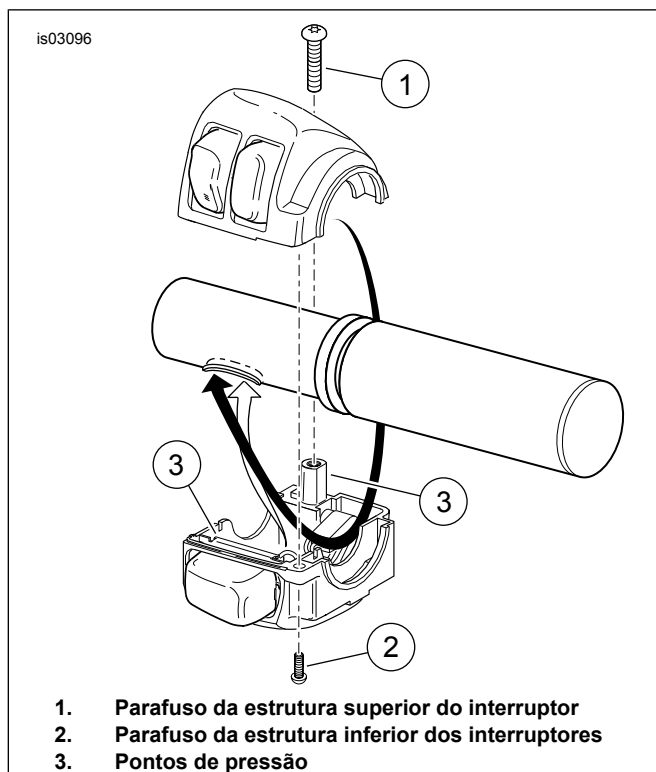

Figura 2. Distribuição da fiação da estrutura do interruptor (estrutura do lado direito mostrada)
7. Alimente com cuidado o feixe de fios do sensor da manopla do acelerador na extremidade do guidom do lado direito. Veja Figura 2. Oriente o feixe de fios dos interruptores do lado direito pela estrutura do interruptor, como mostrado. Alimente com cuidado o feixe de fios no furo da fiação do interruptor do lado direito. Puxe os feixes para baixo através do novo guidom e na direção do centro da barra, enquanto encaixa as linguetas de fixação do sensor de giro da manopla nas ranhuras da extremidade do guidom. Uma lingueta de fixação e uma ranhura são menores que as outras para ajudar na montagem correta.
11. Oriente o feixe de fios do interruptor do lado esquerdo através da estrutura do interruptor conforme mostrado em Figura 2 para a fiação do lado direito. Alimente com cuidado o feixe de fios no furo da fiação do interruptor do lado esquerdo. Puxe o feixe para baixo através do novo guidom e em direção ao centro da barra.